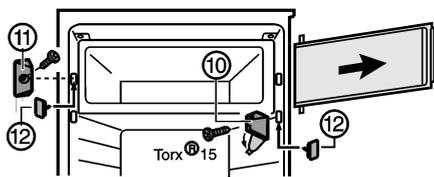

Fig. 6 *
- ▶ Откиньте крышку на кронштейне Fig. 6 (10)*.
- ▶ Открутите кронштейн Fig. 6 (10) с дверцей блока.*
- ▶ Открутите запирающий элемент Fig. 6 (11) *.
- ▶ Закройте открывшиеся отверстия прилагаемой крышкой Fig. 6 (12)*.